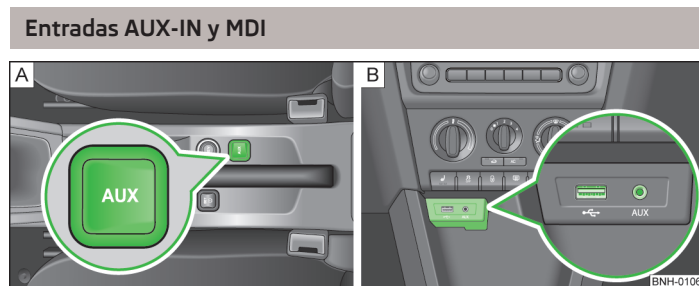

Fig. 75 Entrada AUX-IN/Entrada MDI
La entrada MDI se encuentra encima del guarda objetos en la consola central delante » fig. 75 - B;
La entrada USB » fig. 75 - B puede utilizarse por separado para conectar p.ej. un lápiz USB con archivos de audio. La reproducción del sonido se inicia automáticamente tan pronto como el lápiz USB esté conectado.
- entre los asientos delanteros en la consola central » fig. 75 - A;
- por encima del guarda objetos en la consola central delante » fig. 75 - B;